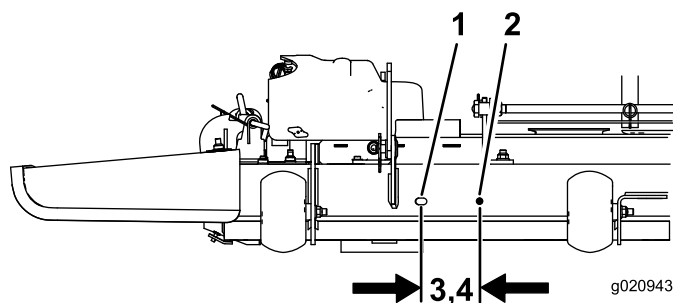

Figura 2
En determinadas carcasas de corte de 137 y 152 cm (54 y 60 pulgadas), será necesario perforar un segundo taladro para instalar el deflector. Utilice Figura 2 para determinar si ya tiene el segundo taladro. Si ya tiene el otro taladro, vaya al procedimiento siguiente.
- Desde el centro de la ranura, mida la distancia correcta, según se muestra en Figura 2.